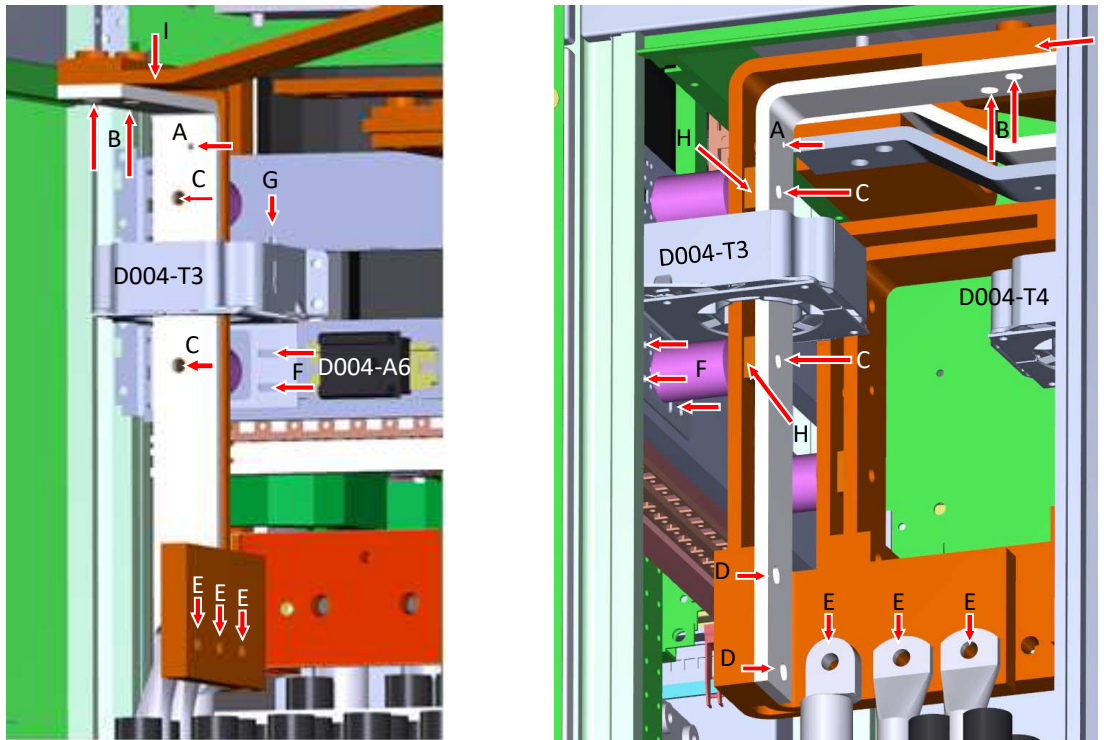

Bild 21: Einspeisefeld +1S3: Stator-Kabelanschluss und Verschiebung Phase U
Die quadratischen Distanzstücke werden im Bereich der Stützerbefestigungen zwischen die beiden Stromschienen gelegt. Danach M10-Schrauben durchstecken und die Montageeinheit (Bild 20) so in den Einspeiseschrank einbringen. Unteren Stützer durch das Wandlerblech stecken. Interne Stromschiene (I) zwischen die beiden Winkel-Stromschienen bringen und halten. Winkelstromschienen an den beiden Stützern anschrauben (C) – noch nicht festziehen. Winkelschienen an interner Sammelschiene mit M12-Schrauben gem. „B“ in Bild 21 zunächst lose befestigen. Spannungserfassung (s. „A“ in Bild 21) mit M6-Schraube an Sammelschiene anschrauben.
Erst jetzt werden alle Schraubverbindungen mit entsprechendem Drehmoment festgezogen. Die Anzugsdrehmomente sind in Anlage 3.1 SCHRAUBENANZUGSMOMENTE / TIGHTENING TORQUES FOR SCREWS vorgegeben. Empfohlene Schraubreihenfolge C-F-B-D-E-A entsprechend Bild 21.
Legende Bild 21: